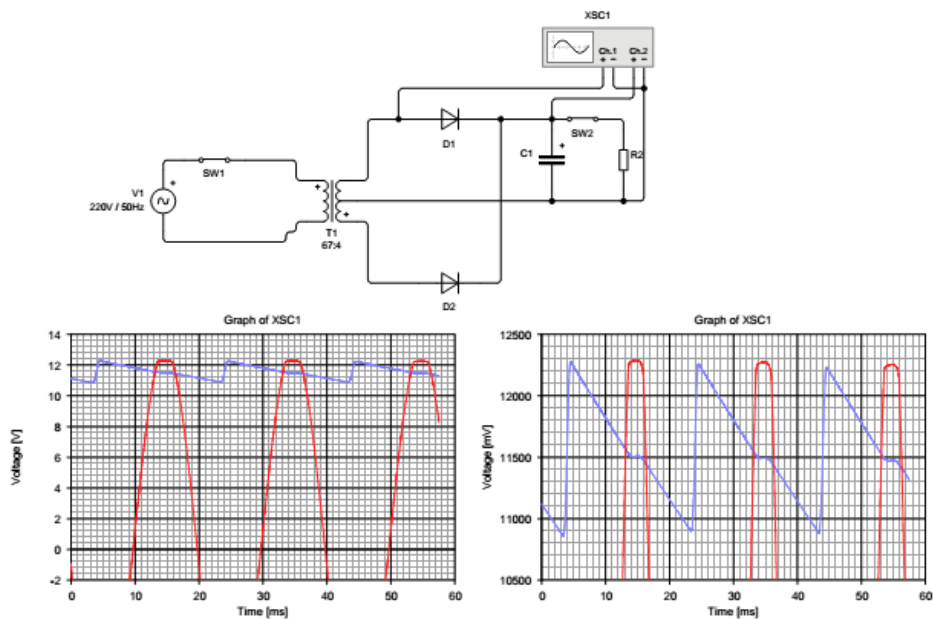

Fig. 4: Formas de onda - Fuente con Rectificador de onda completa
1.14 Simulo el circuito con los valores adoptados al 0%, 25%, 50% y 100% de la carga nominal, determino en forma experimental V_{occ} , V_{efR} y el factor de ripple para cada situación, como se ilustra en la Fig. 4 y 5.